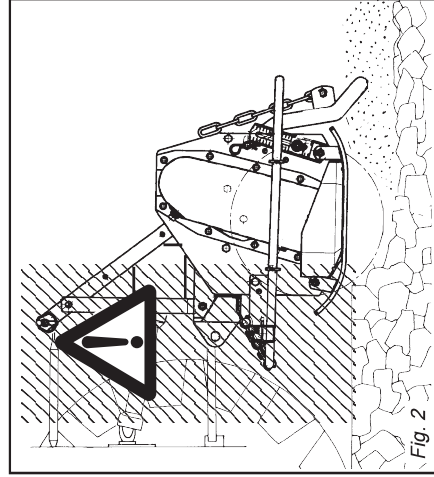

Fig. 2
24 It is absolutely forbidden to stand between the tractor and the implement (Fig. 2) when the engine is running and the cardan shaft is engaged without having first engaged
24 Es ist absolut verboten, bei laufendem Motor und eingeschalteter Gelenkwelle zwischen den Schlepper und das Gerät zu treten (Abb. 2). Dazu muß die Feststellbremse gezogen werden und unter die Räder ein Bremskeil oder ein großer Stein gelegt worden sein.
24 Il est absolument interdit de se mettre entre le tracteur et l'appareil (Fig. 2) quand le moteur est en marche et le cardan enclenché, sans avoir tiré le
24 Está terminantemente prohibido colocarse entre el tractor y el equipo (Fig. 2) con motorencendido y cardán insertado, o sin haber accionado el freno de estacionamiento y de
28) È assolutamente vietato interporre fra il trattore e l'attacco della zappatrice per manovrare il comando dall'esterno per il sollevamento (Fig. 2).
28) It is a very dangerous zone. between the tractor and the implement when manoeuvring the lift control from the outside (Fig. 2).
28) Es ist absolut verboten, zwischen den Schlepper und den Anschluß zu treten, um die Aushebung von außen zu betätigen (Abb. 2).
28) Il est absolument interdit de se mettre entre le tracteur et l'attelage pour manoeuvrer la commande de relevage de l'extérieur (Fig. 2).